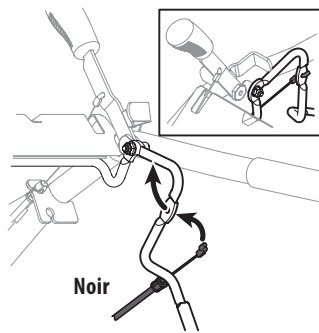

Figure 7
2. Le câble d'embrayage avant (noir) pend librement près de la roue droite. Assurez-vous de ne pas pincer le câble ou l'étirer. Faites-le passer sur le guidon inférieur et sous la plaque. Puis, insérez le raccord en Z dans le trou inférieur de la plaque, à partir de l'extérieur. Voir Figure 7.